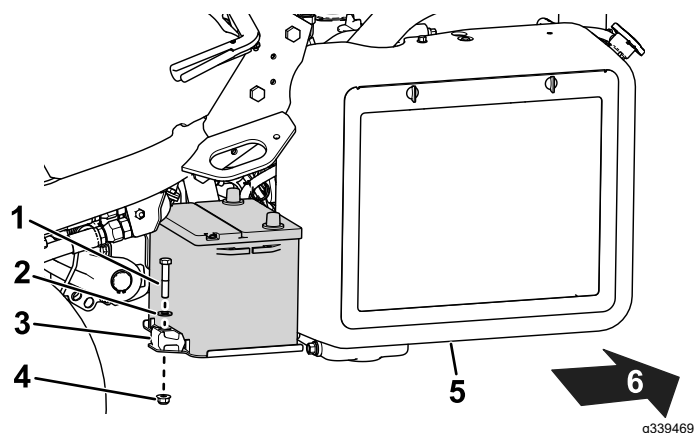

Figure 49
2. Retirez les fixations qui maintiennent la batterie sur son support (Figure 49) et sortez la batterie.
- Placez la batterie sur son support et fixez-la en place avec les tiges et les fixations retirées précédemment (Figure 49).